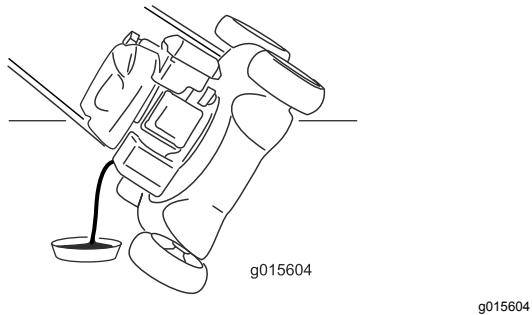

Figura 25
4. Inclinez la machine sur le côté (de sorte que le filtre à air se trouve en haut) pour déverser l'huile usée par le tube de remplissage (Figura 25).
10. Controllate il livello dell'olio sull'asta (Figura 25).